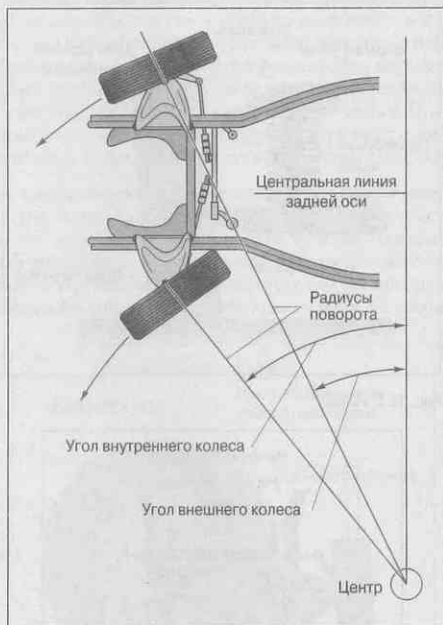

Рис. 19.7. Радиус поворота
- ✓ **Радиус поворота** определяется соотношением двух передних колес. При повороте вправо правое переднее колесо находится под большим углом, чем левое. Рулевые рычаги машины становятся в соответствующие положение (рис. 19.7). Скрип колеса, резкое поведение при поворотах свидетельствуют о неисправности одного из рулевых рычагов.